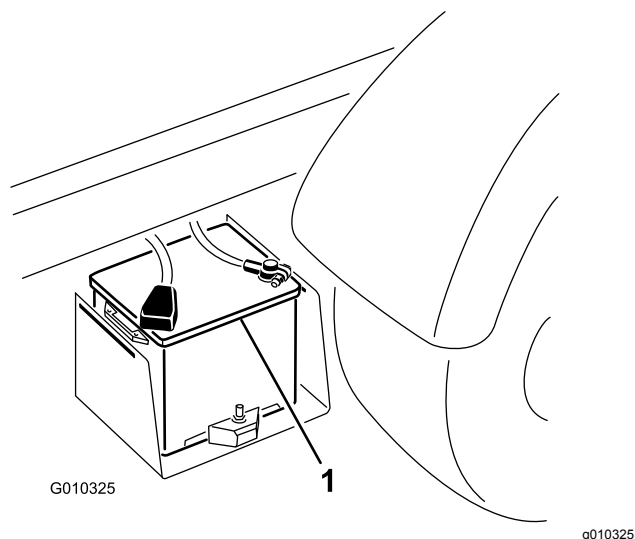

Figure 60
2. Raccordez un câble de démarrage entre les bornes positives des 2 batteries (Figure 60).